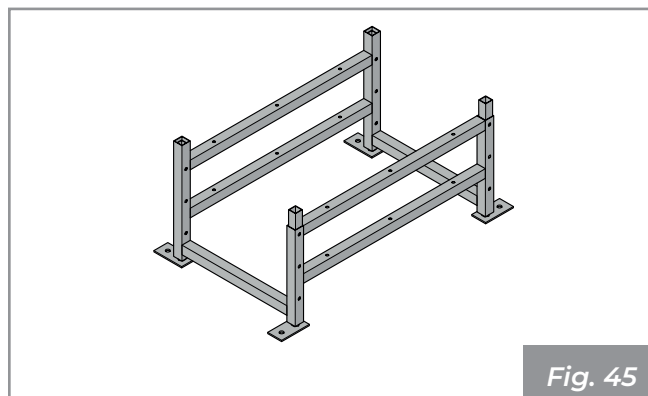

Fig. 45
- Kit pedestal (solo para A78) (Fig. 45).